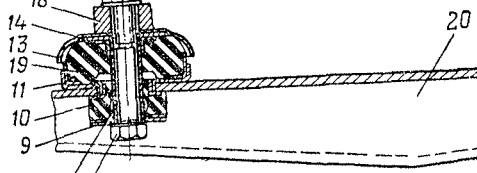

Рис. 47. Подвеска двигателя:
39. Ослабить гайку 5 (рис. 47) тяги 4 и отвернуть гайку 6.
45. Снять с передней опоры двигателя защитные колпаки 13 (рис. 47), шайбы 14, верхние подушки 12 и гнезда 11 верхних подушек.
б) верхнюю подушку 19 (рис. 47), имеющую сна-
8. Установить сверху на кронштейн 20 (рис. 47) задней опоры двигателя гнезда 11 верхних подушек, верхние подушки 12 и 19, шайбы 14, защитные колпаки 13 и установить кронштейн в сборе на подставку под картер сцепления двигателя. Надеть на болт 7 правой опоры шайбу 9, нижнюю подушку 10 и распорную втулку 8. Вставить болт снизу в отверстия кронштейна 20 и картера 18 сцепления и навернуть гайку 17. Зашплинтовать гайку шплинтом. Вставить болт 7 левой опоры сверху в отверстия картера 18 сцепления и кронштейна 20 и надеть снизу на болт распорную втулку 8, нижнюю подушку 10, шайбу 9 и навернуть гайку 17. Зашплинтовать гайку шплинтом (см. технические условия, пп. б и в).
12. Надеть на болты 7 (рис. 47) передних опор двигателя шайбы 9, нижние подушки 10 и распорную втулку 8. Вставить болты снизу в отверстия опор и опорной пластины 15, надеть на болты плоские шайбы и навернуть гайки 17. Зашплинтовать гайки шплинтами (см. технические условия, п. в).